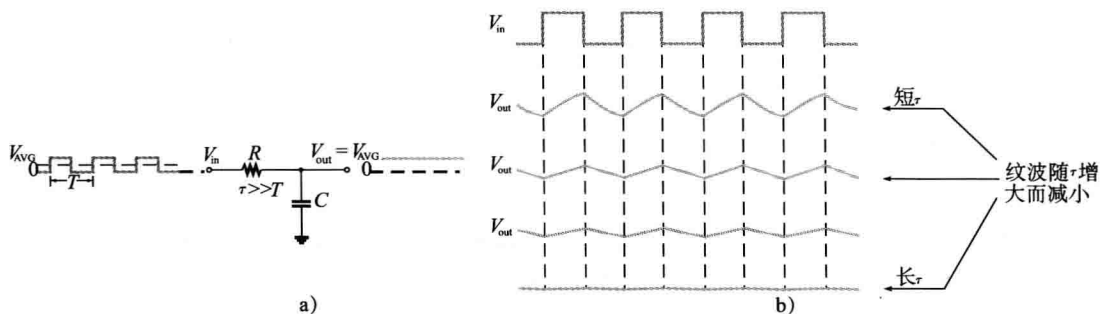

图 15-50 长时间常数积分器作为脉冲-直流转换器
- 请确认在图 15-50 中减小 R 的阻值将增大还是减小输出中的纹波量。